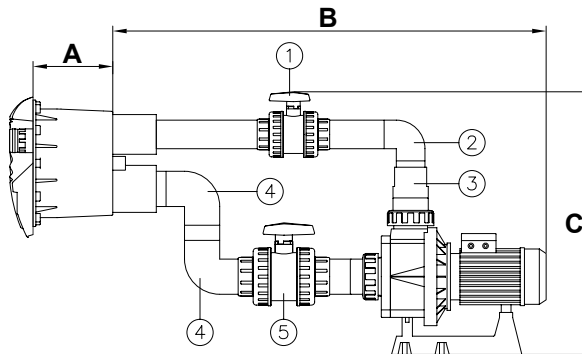

Fig. 7
- Encolar un tubo $\varnothing 75$ mm (*) a la toma de impulsión del nicho (ver fig. 7).
- Encolar la válvula $\varnothing 75$ mm. (nº 1, fig. 7) al tubo $\varnothing 75$ mm (*).
- Encolar un tubo $\varnothing 75$ mm (*) a la válvula $\varnothing 75$ mm (nº 1, fig. 7).
- Encolar codo $\varnothing 75$ mm. (nº 2, fig. 7) al tubo $\varnothing 75$ mm (*).
- Encolar tubo $\varnothing 75$ mm (*) al codo (nº2, fig.7).
- Encolar reducción cónica 90/75/63 mm. (nº 3, fig. 7) al codo $\varnothing 75$ mm (nº 2, fig. 7) y al racor de la bomba $\varnothing 90$ mm.
- Usando un tubo $\varnothing 90$ mm (*) encolar un codo $\varnothing 90$ mm. (nº 4, fig. 7) a la toma de aspiración del nicho (ver fig. 7).
- Usando un tubo $\varnothing 90$ mm (*) uniremos el otro codo $\varnothing 90$ mm. (nº 4, fig. 7) al codo ya encolado (ver fig. 7).
- Encolar la válvula $\varnothing 90$ mm (nº5, fig. 7) al codo (nº 4, fig. 7) usando un tubo $\varnothing 90$ mm. (*) para unirlos.
- Encolar un tubo $\varnothing 90$ mm (*) a la válvula (nº 5, fig. 7) y al racor de la bomba $\varnothing 90$ mm.